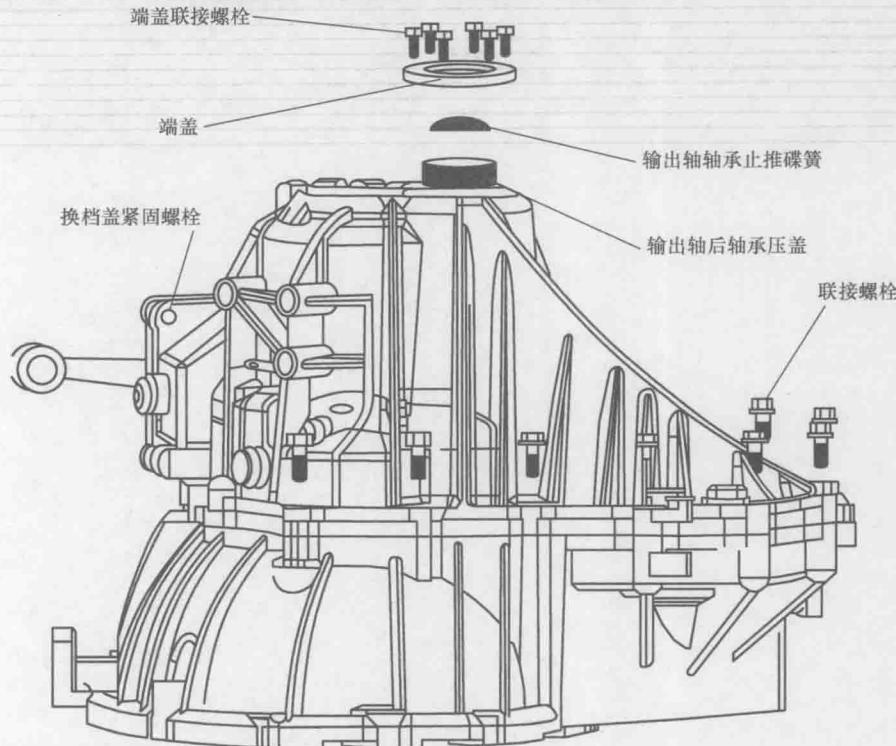

图 1-1 拆下变速器壳体
1) 首先松开端盖联接螺栓，取出端盖和输出轴轴承止推碟簧，然后用端面带有四个圆柱凸起的专用扳手，放入输出轴后轴承压盖的四个孔中将其旋出。松开换档盖紧固螺栓，取出换档盖总成。将变速器联接螺栓松开，取下变速器壳体，如图 1-1 所示。